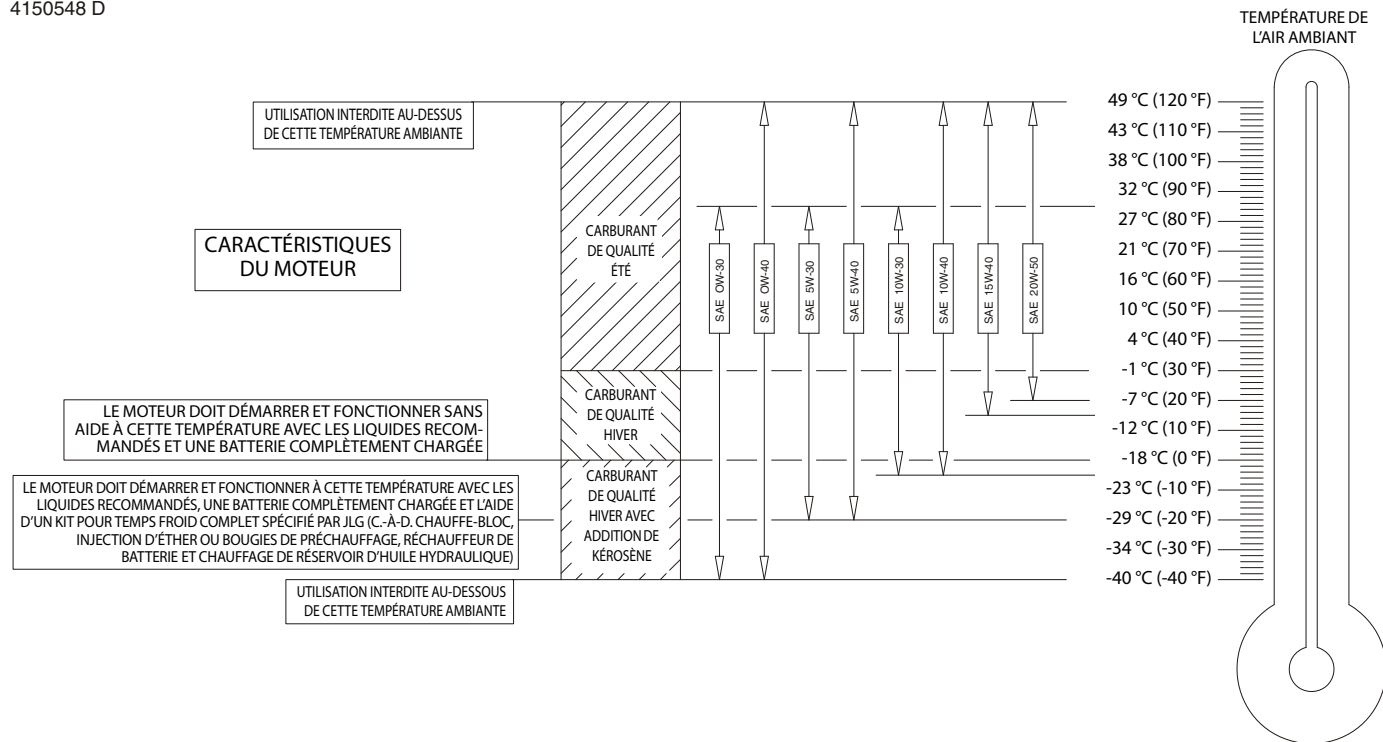

Figure 5-1. Spécifications de température de fonctionnement du moteur - Deutz - Fiche 1 de 2
- Lubrifiant - HM - Spéc. : Classification API CJ-4/CG-4, ACEA E3-90/E5-02, pour viscosité de l'huile, voir Figure 5-1., page 5-8 - Tableau des plages de température de fonctionnement
- Lubrifiant - HM - Spéc. : Classification API CJ-4, pour la viscosité, voir Figure 5-1., page 5-8 - Tableau des plages de température de fonctionnement